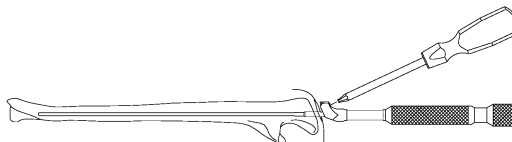

図 4
- 3) 尺骨ロッドを尺骨ロッドインパクトターに六角 2.5 ドライバー（ショート）で固定把持し、尺骨ロッドインパクトターの後端に抜去用ラージスライドハンマー又はスライドハンマーを取り付けます。（図 4）